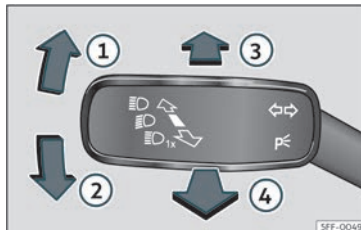

Fig. 95 Leva degli indicatori di direzione e degli abbaglianti (a seconda della versione).
• Dalla posizione di base, spingere in avanti la leva degli indicatori di direzione e degli abbaglianti »» fig. 95 ③. Quando viene visualizzata la spia  nel display del quadro strumenti, il comando automatico degli abbaglianti sarà attivo.
- **OPPURE:** con le luci abbaglianti accese, spostare la leva degli indicatori di direzione e degli abbaglianti all'indietro »» fig. 95 ④.